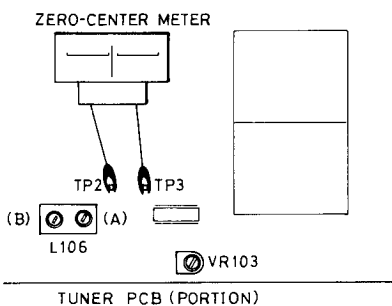

Fig. 2
2. Receive 90MHz (90.1MHz) (1mV) signal from FM signal generator. Adjust the first core (A) of L106 so that the zero-center meter falls on mid-position.
3. Next adjust the core (B) of L106 to minimize distortion.
4. Repeat steps 2 and 3 until no further improvement is noticed. (Fig. 2)
Receive 90MHz (90.1MHz) ( $2$  to  $5\mu\text{V}$ ) from the FM signal generator. Verify that the output disappears when the muting switch is set to ON. Then increase the Antenna input level to  $20\mu\text{V}$  and adjust the potentiometer VR103 so that the output just appears. Reduce the antenna input level once, and gradually increase it up to  $20\mu\text{V}$ , at which level the signal output should appear. (Fig. 2)
3. Ajuster ensuite le noyau (B) de L106 de façon à obtenir une distorsion minimum.
4. Répéter les opérations des points 2 et 3 jusqu'à ce qu'il ne soit plus observé d'amélioration. (Fig. 2)
Appliquer un signal 90MHz (90,1MHz) ( $2$  à  $5\mu\text{V}$ ) à l'aide du générateur de signaux MF. Vérifier que la sortie disparaît lorsque le commutateur d'amortissement est amené sur la position ON. Augmenter ensuite le niveau d'entrée sur antenne à  $20\mu\text{V}$  et ajuster le potentiomètre VR103 de façon à ce que la sortie apparaisse tout juste. Réduire rapidement le niveau d'entrée sur l'antenne et l'augmenter progressivement jusqu'à  $20\mu\text{V}$ , niveau auquel la sortie du signal doit alors apparaître. (Fig. 2)